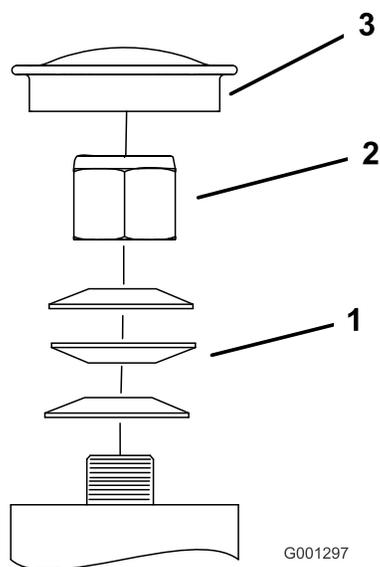

Figura 59
3. Togliete il coperchietto antipolvere dalla ruota orientabile e serrate il dado di bloccaggio (Figura 59).
4. Serrate il dado di bloccaggio finché le rondelle elastiche non sono piatte, quindi allentate di un quarto di giro per mettere a punto il precarico sui cuscinetti (Figura 59).
Importante: Verificate che le rondelle elastiche siano correttamente montate, come riportato nella Figura 59.
5. Montate i coperchietti antipolvere (Figura 59).